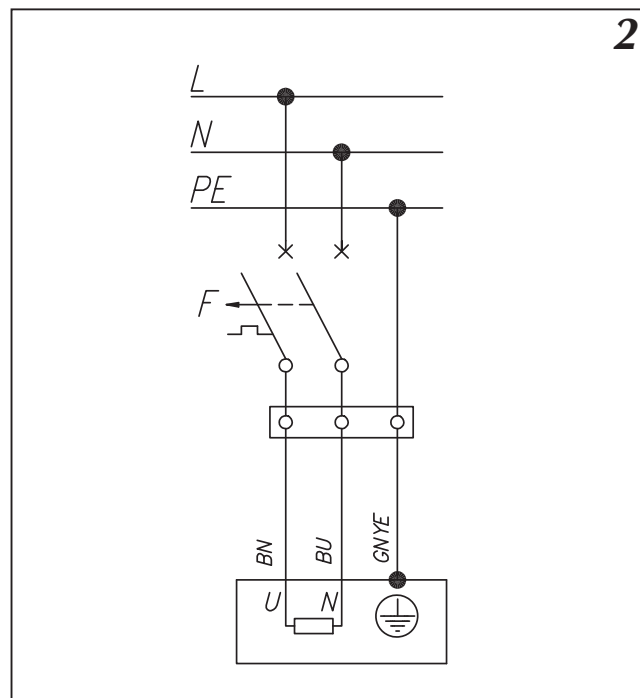

Рис.2 Подключение к электросети
7. Подключить водонагреватель к электросети (через эл. бокс согласно Рис.2)